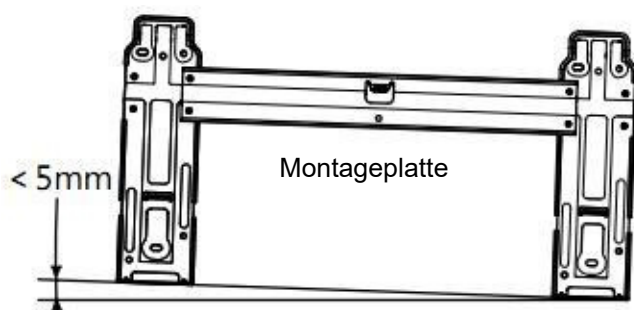

Abb. 4
- Montageplatte des Innengeräts bereitstellen. Horizontale Lage der Montageplatte sicherstellen. Die Höhendifferenz zwischen der rechten und linken Seite der Montageplatte darf höchstens 5 mm betragen (Abb. 4).